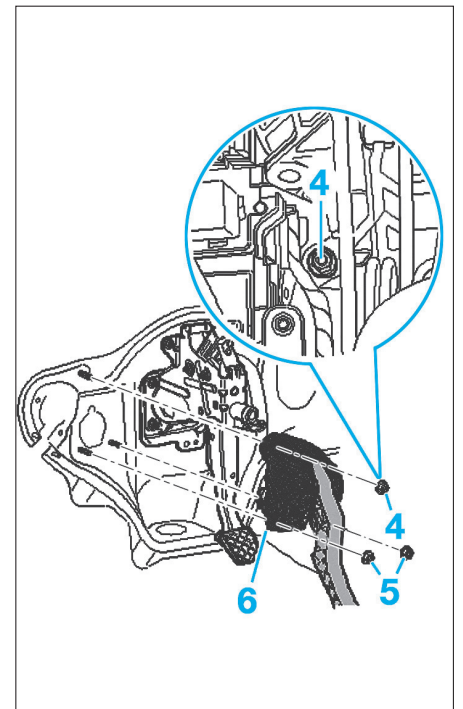

FIG. 16
- Desserrer les écrous de fixation (4) et (5) (Fig.16).